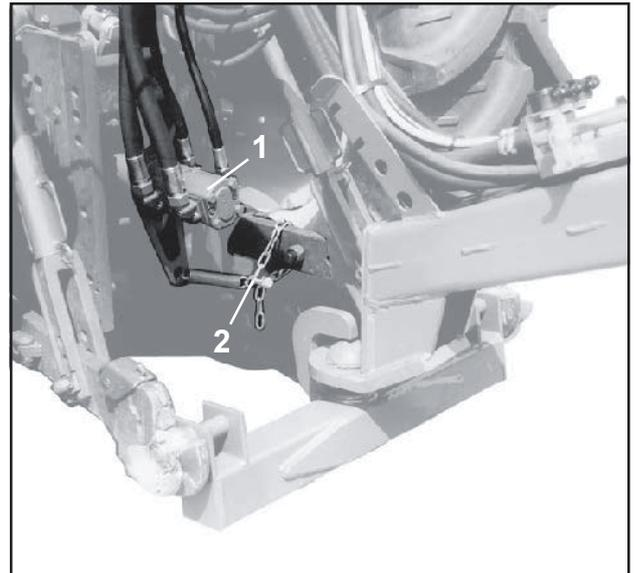

Fig. 5.3
Die Airstar Primera ist mit einer eigenen Bordhydraulikanlage ausgerüstet. Diese Hydraulikanlage wird über die Hydraulikaufsteckpumpe (Fig. 5.3/1) angetrieben und übernimmt somit den Antrieb
- Hydraulikaufsteckpumpe durch Einhängen der Kette (Fig. 5.3/2) gegen Mitlaufen sichern!